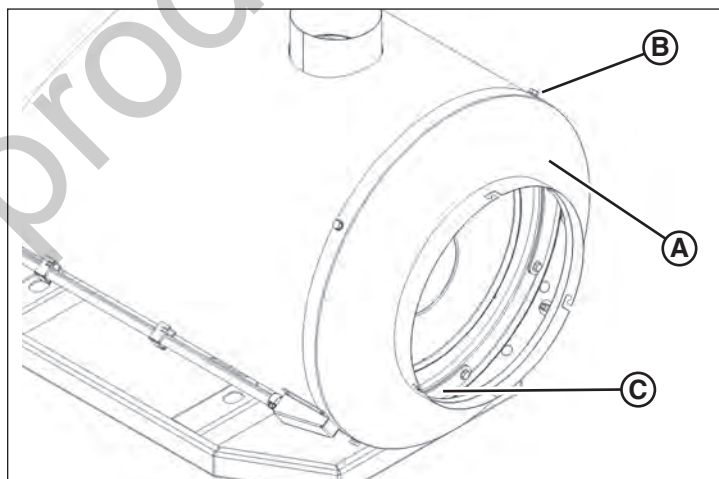

Figure 48
1. Retirer le cône de la sortie d'air (A, Figure 48) en retirant les vis (B) qui le fixe à l'appareil de chauffage.
3. Repérer la plaque courbe (C, Figure 48) au bas de la chambre de combustion. Enlever les vis qui retiennent la plaque, et enlever la plaque et le joint.